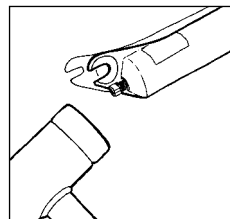

Abb. 5
- Lockern Sie die Schaftbolzen mit einem 6-mm- oder 8-mm-Innensechskantschlüssel teilweise, klopfen Sie mit dem Kunststoffhammer auf die Bolzen, damit sie sich vom unteren Gabelholm lösen, und ziehen Sie die Bolzen ganz heraus (siehe Abb. 5)